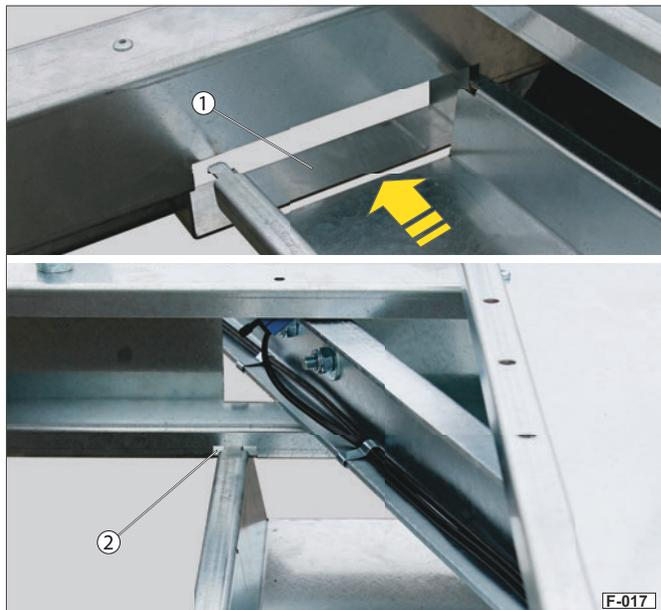

Abb. 17 Auffahrschiene einschieben
- ▶ Schieben Sie die Auffahrschiene durch das Halblech (Abb. 17/1) in der Mitte des Fahrgestells.
- ▶ Schieben Sie die Auffahrschiene bis zum stirnseitigen Anschlag - darauf achten, dass die Nasen in die Schlitze (Abb. 17/2) einfahren.